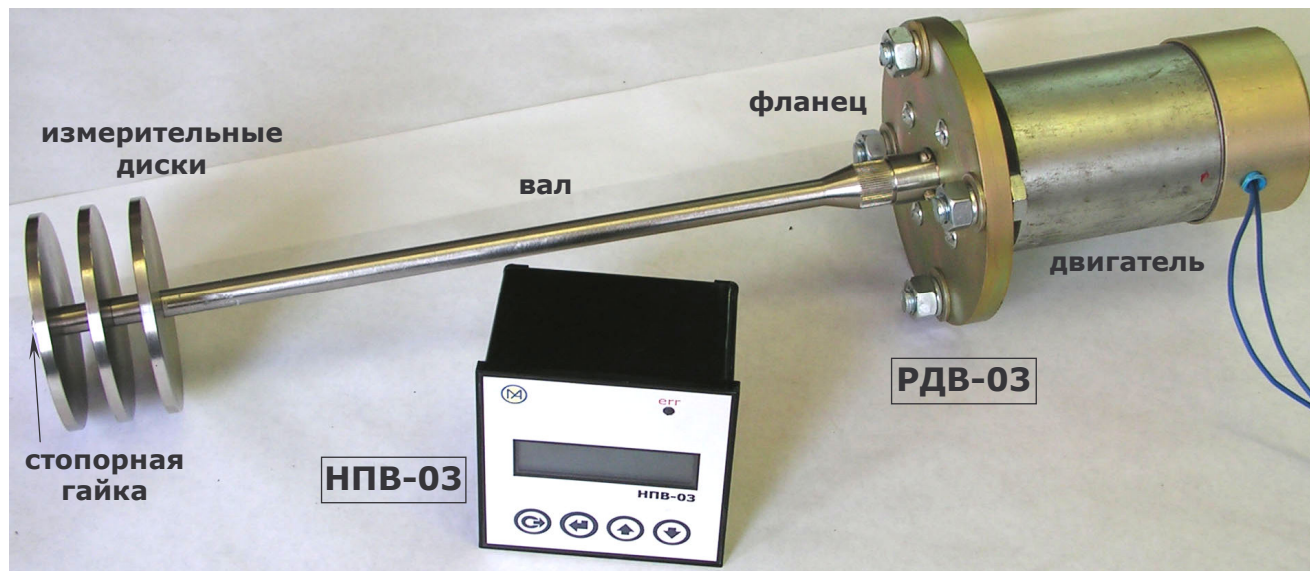

Рис. 2.1. Общий вид ИВУ-03.
**4.4. РДВ-03** необходимо подключать таким образом, чтобы тормозящий момент, который действует на диски, не развинчивал, а завинчивал стопорную гайку (рис.2.1). Для этого необходимо чтобы вал вращался против часовой стрелки если смотреть на него со стороны двигателя. В случае, если вал вращается в противоположную сторону необходимо поменять полярность подключения двигателя.